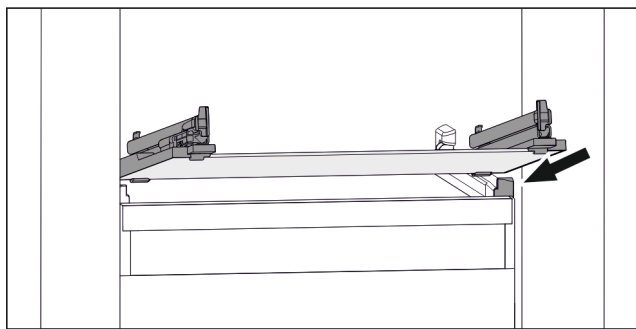

Fig. 156 Eksempel på fremstilling av glassplaten
- ▶ Sett glassplaten på skrå bak stopperne. (se Fig. 156)